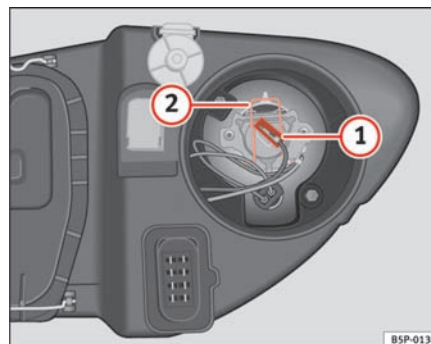

Fig. 184 Fjernlys
- Tag stikket ⇒ fig. 184 ① af pæren.
- Tryk fjederen ⇒ fig. 184 ② indad, og drej den mod højre.